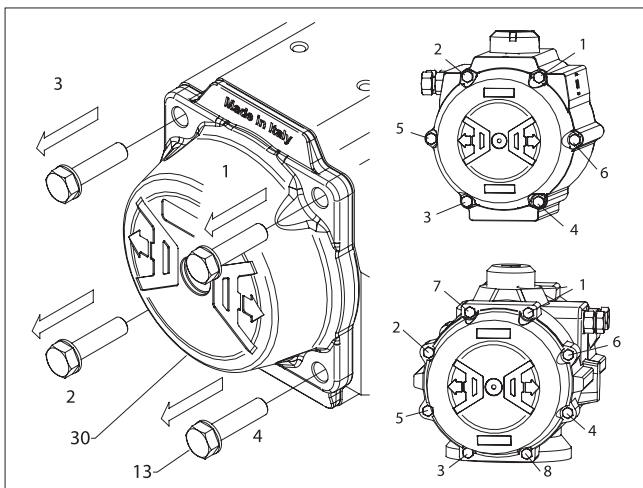

Figure 5.
- B. Retirez les joints toriques des vis de réglage de butée (11) et mettez-les au rebut si toutes les pièces souples sont remplacées.
3. Dépose du capuchon d'extrémité (30), (Figure 5) :
- A. Retirez les boulons du capuchon d'extrémité (13) dans l'ordre indiqué à la (Figure 5).